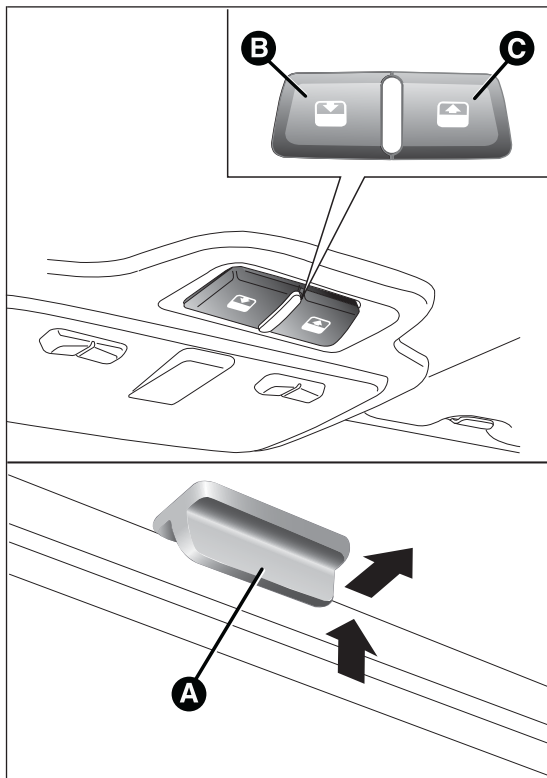

fig. 42
Il tetto apribile ad ampia vetratura è composto da due pannelli in vetro di cui uno posteriore fisso ed uno anteriore mobile dotati di due tendine parasole (anteriore e posteriore) a movimentazione manuale. Con tetto chiuso le tendine possono essere posizionate in qualunque posizione. Per aprire le tendine impugnare la maniglia A fig. 42, seguendo il senso indicato dalla freccia fino alla posizione desiderata. Per chiuderle seguire il procedimento inverso.
Il funzionamento del tetto apribile avviene solo con chiave di avviamento in posizione MAR. I comandi B e C fig. 42 posti sulla mostrina della plafoniera anteriore comandano le funzioni di apertura/chiusura del tetto apribile.
Dopo l'apertura in posizione "spoiler", premendo il pulsante C fig. 42 per più di mezzo secondo, il tetto si porterà automaticamente in posizione di completa apertura. E' possibile fermare il movimento automatico del tetto in una qualsiasi posizione desiderata con una successiva pressione di un pulsante (B o C).
Dalla posizione di apertura completa premere il pulsante B fig. 42. Premendo il pulsante per più di mezzo secondo il tetto si porterà automaticamente in posizione "spoiler".
Dalla posizione "spoiler", premendo nuovamente il pulsante B fig. 42 si raggiunge la posizione di completa chiusura.
- premere il pulsante B fig. 42 in posizione di chiusura;